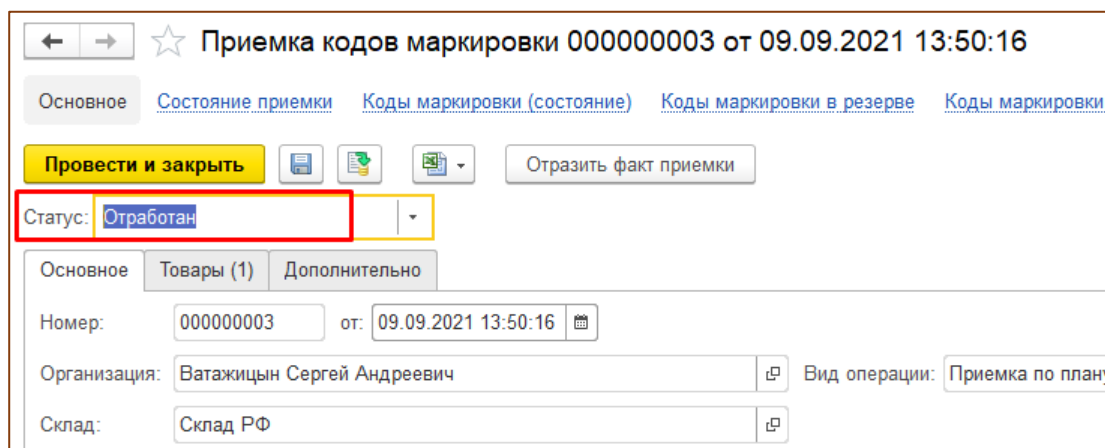

Рис. 12.7 - Установка статуса "Отработан"
4. Для завершения процесса приемки в программе Total Mark документу необходимо изменить статус на «Отработан» (Рис. 12.7).